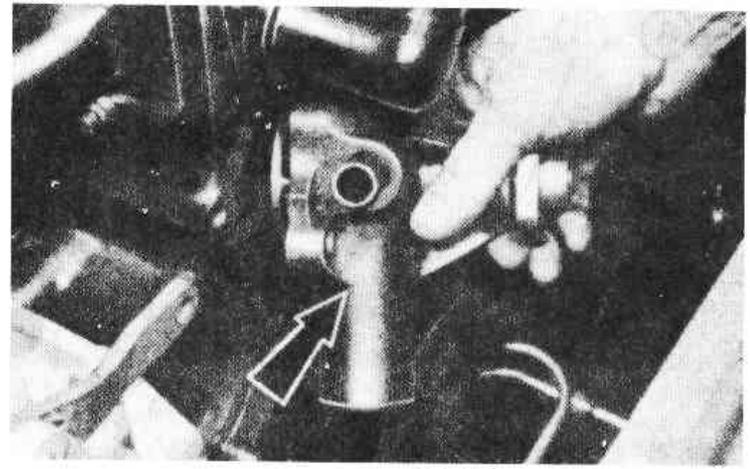

Рис. 2.9. Снятие водяной помпы (Разд. 8).
8. Выверните четыре болта с пружинными шайбами, крепящих водяную помпу к блоку цилиндров. Снимите помпу и извлеките прокладку (Рис. 2.9).